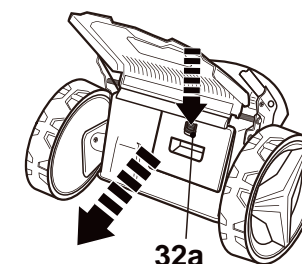

Fig. 19
2. Enfoncer le bouton de déverrouillage (32 a) pour libérer et retirer l'insert de mulching (32) (Fig. 19).